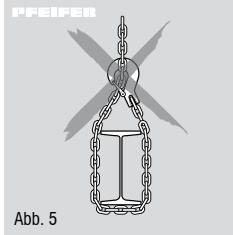

Abb. 5
- der Befestigungspunkt ausreichend dimensioniert ist und sich das Gerät frei ausrichten kann. Schrägzug vermeiden (Abb. 5)!
- Schrägzug, d. h. seitliche Belastung auf das Gehäuse oder die Unterflasche ist verboten (Abb. 5).